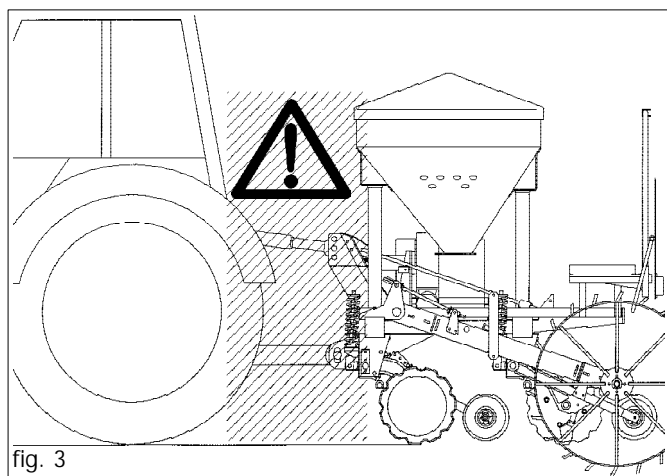

fig. 3
- 25) È assolutamente vietato interpersi fra il trattore e l'attacco per manovrare il comando dall'esterno per il sollevamento (Fig. 3).
- 26) È assolutamente vietato interpersi tra il trattore e l'attrezzatura (Fig. 3) con motore acceso e cardano inserito. È possibile interpersi solo dopo aver azionato il freno di stazionamento ed aver inserito, sotto le ruote, un ceppo o un sasso di bloccaggio di adeguate dimensioni.